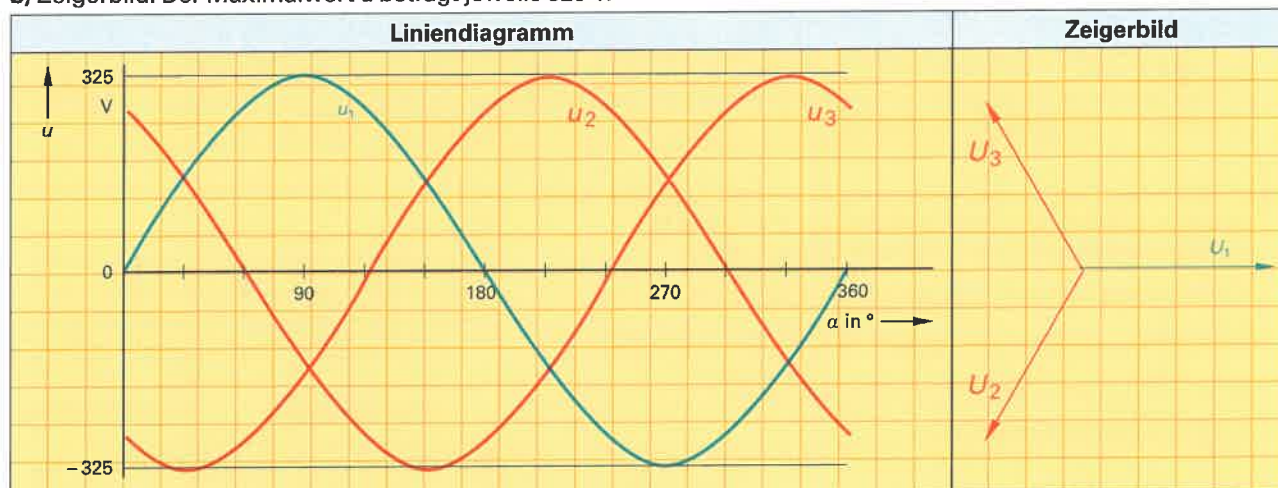

Bild 2: Liniendiagramm und Zeigerbild einer Dreiphasenwechselspannung
4. Ergänzen Sie im **Bild 2** die Spannungen  $u_2$  und  $u_3$  einer Dreiphasenwechselspannung als a) Liniendiagramm und b) Zeigerbild. Der Maximalwert  $\hat{u}$  beträgt jeweils 325 V.
5. Berechnen Sie für den Zeitpunkt  $\alpha = 150^\circ$  (**Bild 2**) die Momentanwerte für  $u_1$ ,  $u_2$  und  $u_3$ , anschließend die Summe der drei Momentanwerte.